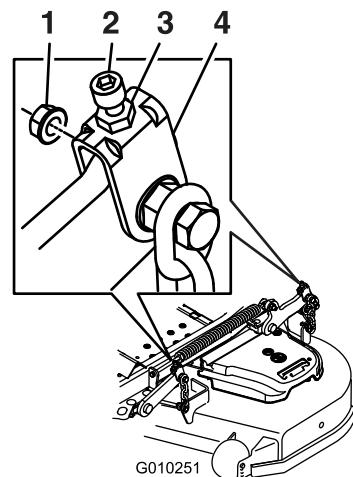

Figura 89
10. Si es necesario, afloje la contratuerca con arandela prensada del lateral de la horquilla y la contratuerca de la parte superior. Gire el tornillo de ajuste hasta obtener una altura de 7.6 mm (3") (Figura 89).
- Gire el tornillo de ajuste hasta obtener una altura de 8.3 mm (3 1/4") (Figura 89).